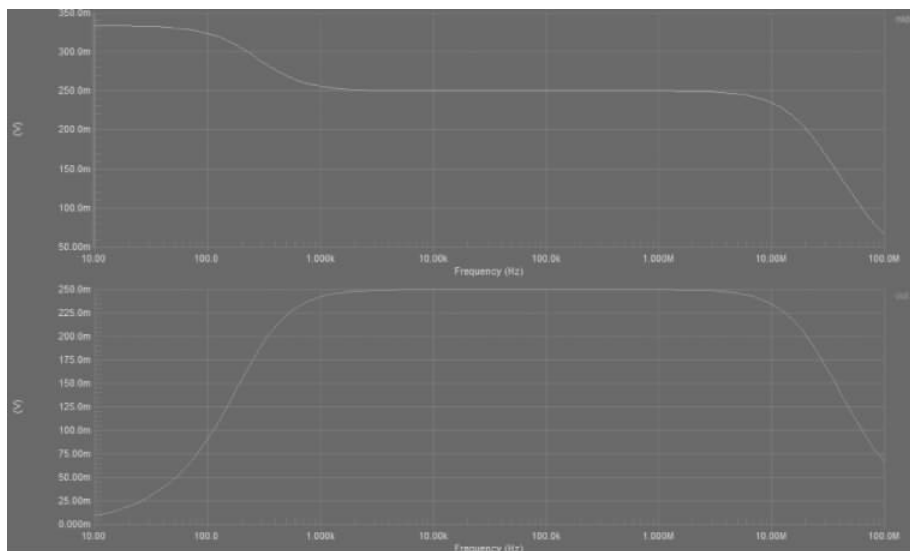

图 3-33 交流小信号分析结果
- (3) 如图 3-33 所示,可以看到 MID 和 OUT 两个网络节
下面将在图 3-33 中增加 Y 轴,其单位改成 dB。实现该过程的步骤主要包括:
(1) 在图 3-33 所示的界面的上面 mid 波形图内单击鼠标右键,出现快捷菜单,选择 Add Wave To Plot 选项,出现图 3-34 所示的界面。在该界面内按如下设置: